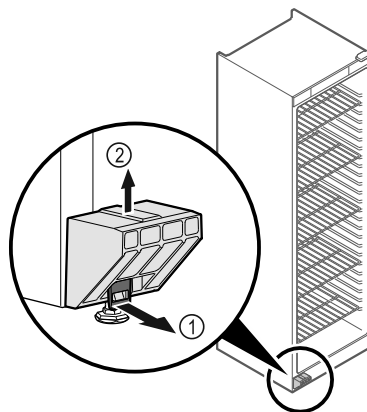

Fig. 6
- ▶ Trageți lamela Fig. 6 (1) spre partea frontală.
- ▶ Desprindeți siguranța de transport Fig. 6 (2) în sus.